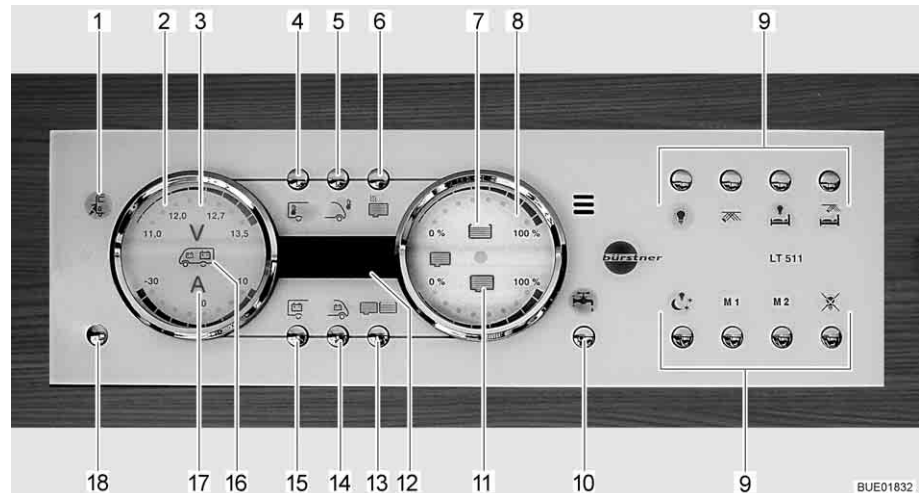

Bild 118 Panel LT 511
230 V-kontrollampan (Bild 118,1) lyser när nätspänningen ligger på el-blockets ingång.
Med huvudbrytaren 12 V (Bild 118,18) kopplas panelen och bodelens 12 V-försörjning till eller från.
*Slå på:* ■ Tryck kort på knappen 12 V-försörjning (Bild 118,18). 12 V-försörjningen för bodelen är påslagen. Kontrolllampan "12 V" lyser.
▷ Efter aktivering av försörjningen: om lysdioden "11,0" för voltindikeringen samt symbolen volt "V" (Bild 118,3) på indikeringsinstrumentet för batterierna (Bild 118,2) blinkar är bodelsbatteriets spänning för låg. Ladda batteriet.
▷ Efter aktivering av försörjningen: om kontrolllampan "12 V" och symbolen volt "V" (Bild 118,3) blinkar tre gånger är batterifrånkopplingen aktiverad. Avaktivera batterifrånkopplingen.
*Slå från:* ■ Tryck kort på knappen 12 V-försörjning (Bild 118,18). 12 V-försörjningen för bodelen är avstängd. Kontrolllampan "12 V-försörjning" slocknar.
■ Tryck på knappen bodelsbatteri (Bild 118,15) och håll den intryckt i ca 10 sekunder. Symbolen volt "V" (Bild 118,3) och kontrolllampan "12 V" blinkar tre gånger. Bodelsbatteriet är frånkopplat från 12 V-nätet.
■ Tryck på knappen 12 V-försörjning (Bild 118,18) och håll den intryckt i ca 5 sekunder. Symbolen volt "V" (Bild 118,3) och kontrolllampan "12 V" blinkar tre gånger. Bodelsbatteriet är anslutet till 12 V-nätet. Kontrolllampan tänds efter ca 5 sekunder.
*Indikeringar:* ■ Tryck på knappen bodelsbatteri (Bild 118,15). Symbolen volt "V" (Bild 118,3) lyser. Symbolen ampere "A" (Bild 118,17) lyser vitt eller rött beroende på laddning eller urladdning. Bodelsbatteriets spänning och ström visas via lysdioderna på indikeringsinstrumentet.
■ Tryck på knappen startbatteri (Bild 118,14). Symbolen volt "V" (Bild 118,3) lyser. Startbatteriets spänning visas via lysdioderna på indikeringsinstrumentet.
- Tryck på knappen tank (Bild 118,13). Symbolerna vattentank (Bild 118,7) och avloppstank (Bild 118,11) lyser. Nivån i vattentanken (övre skala) och i avloppstanken (nedre skala) visas via lysdioderna på indikeringsinstrumentet.
**Tanklarm** Symbolen vattentank (Bild 118,7) eller symbolen avloppstank (Bild 118,11) blinkar när vattentanken är tom eller när avloppstanken är full.
Via den digitala indikeringen (Bild 118,12) kan innetemperaturen och utetemperaturen avläsas.
- Tryck på knappen innetemperatur (Bild 118,4). Innetemperaturen visas.
- Tryck på knappen utetemperatur (Bild 118,5). Utetemperaturen visas.
Med knappen vattenpump (Bild 118,10) kan vattenpumpen slås på och av.
**Slå på:** ■ Tryck på knappen vattenpump (Bild 118,10). Symbolen lyser.
**Slå från:** ■ Tryck på knappen vattenpump (Bild 118,10). Symbolen slocknar.